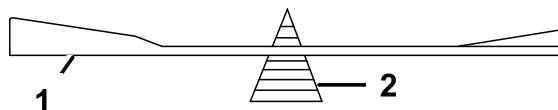

Figure 55
2. Vérifiez l'équilibre de la lame en la plaçant sur un équilibreur (Figure 55).